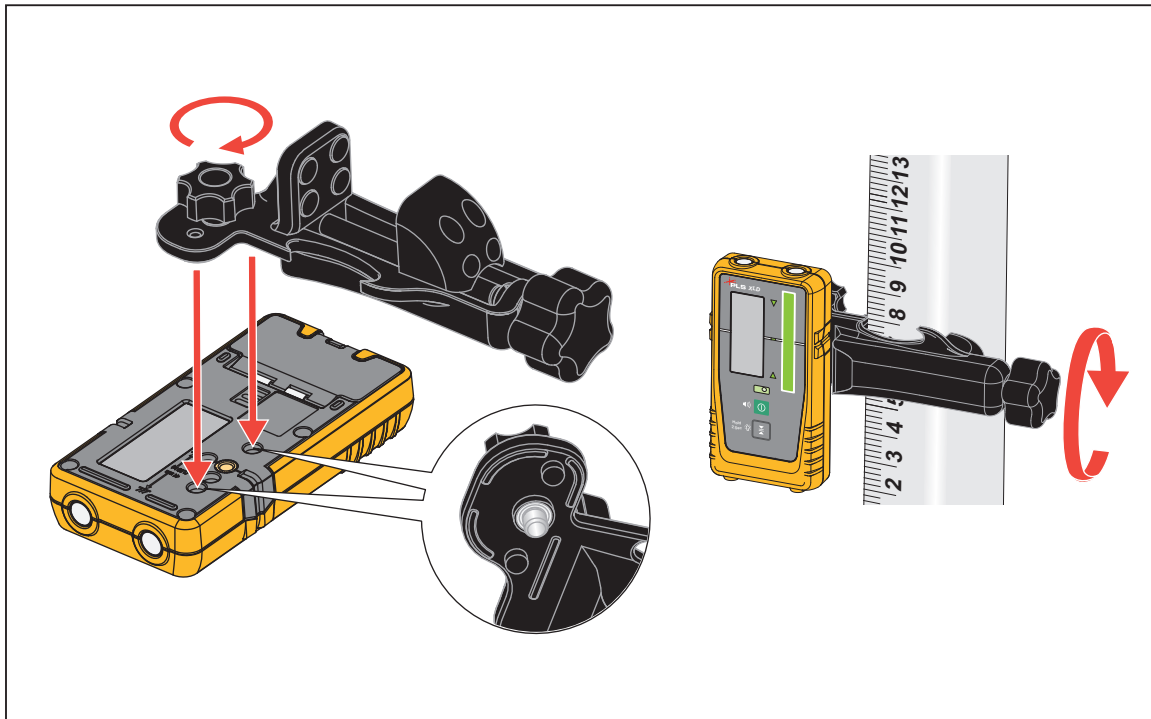

Figure 1. Fixation de la pince pour tige
La figure 1 montre comment fixer la pince pour tige au détecteur et à une mire graduée, une tige ou un piquet de mesure.
2. Fixez la pince pour tige au détecteur et à une mire graduée, une tige ou un piquet de mesure. Voir la figure 1.